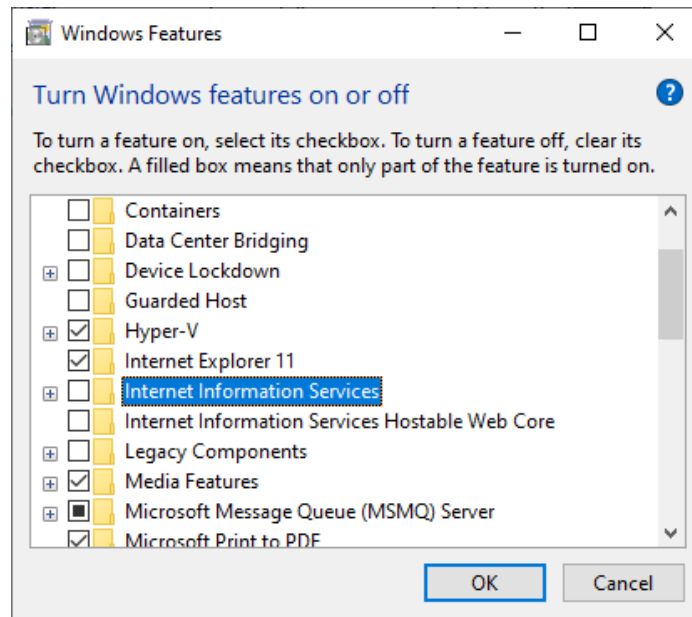

Abbildung 28 „Internet Information Services“ (Internetinformationsdienste) wählen
4. Wählen Sie **Internet Information Services** (Internetinformationsdienste) (siehe Abbildung 28).